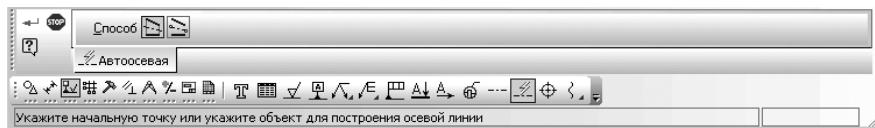

Рис. 8.152. **Панель свойств: Автоосевая** с открытой вкладкой **Параметры**
- щелкните мышью по вкладке **Параметры** для ее открытия. Это состояние **Панели свойств: Автоосевая** с открытой вкладкой **Параметры** показано на рис. 8.152.